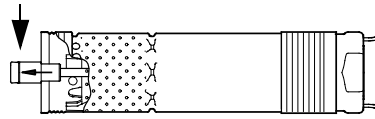

Fig. 5
2. Dra ut pumpaxeln till positionen som visas i fig. 5.